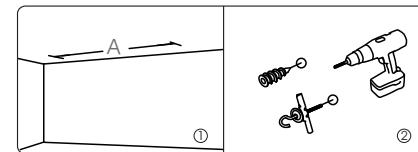

Abb. 12
1. Boden Sie zwei passende Löcher für die verwendeten Deckenhaken vor und installieren Sie diesen mit Dübel und Haken in der Decke (Abb. 12).